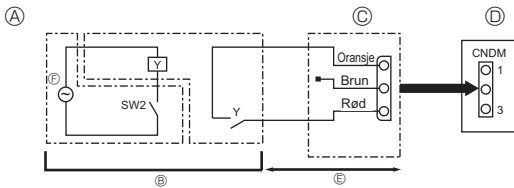

Fig. 10-2
10.2. Etterspørselsfunksjon (modifisering på stedet) (Fig. 10-2) (Kun for KlimaAnlegg)